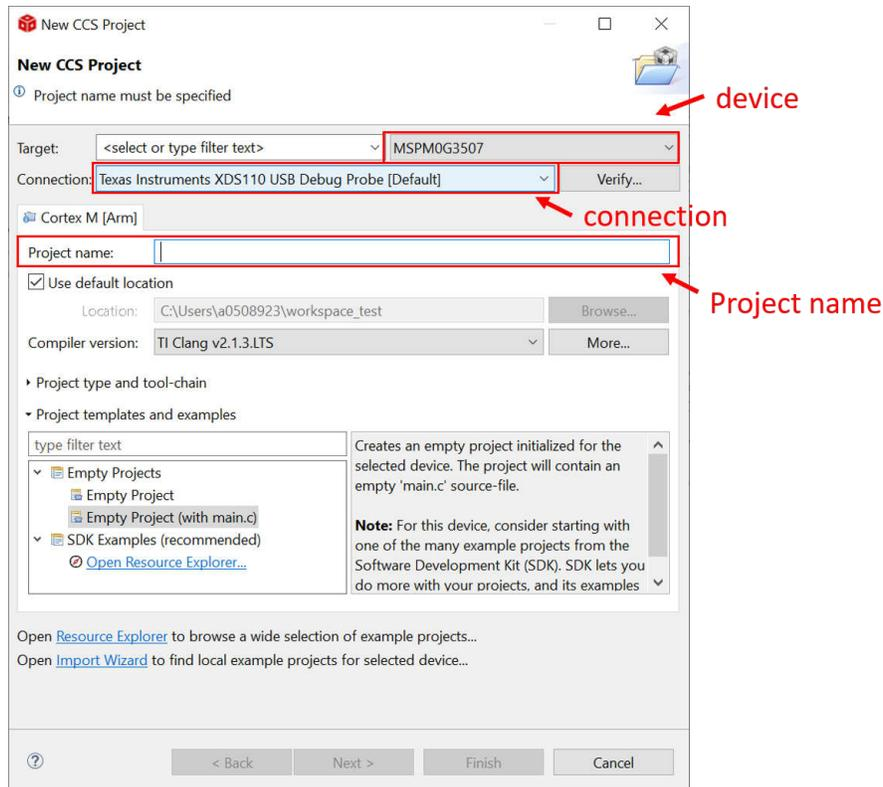

图 2-22. 在 CCS 中创建新工程
2. 如果要创建新工程，请转到“File” > “New” > “CCS Project”。有两项重要的设置需要完成。首先是选择 MSPM0 器件，其次是选择连接，如图 2-22 所示。然后，添加工程名称并按完成按钮后即可创建程序。